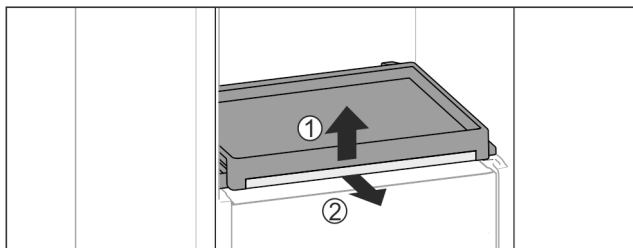

Fig. 132
- ▶ Выньте выдвижную панель со стеклянной панелью: Слегка приподнимите спереди стеклянную полку Fig. 132 (1) и потяните вперед Fig. 132 (2).